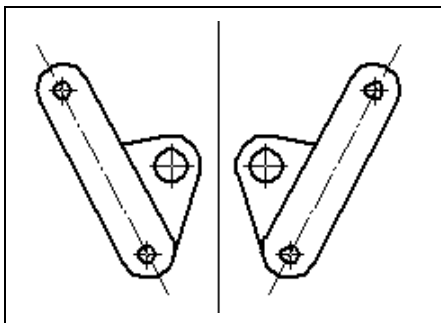

Рис. 10.9. Зеркальное изображение детали
- ◆ проведите вспомогательную прямую на расстоянии 15 мм относительно края детали, как на рис. 10.9;